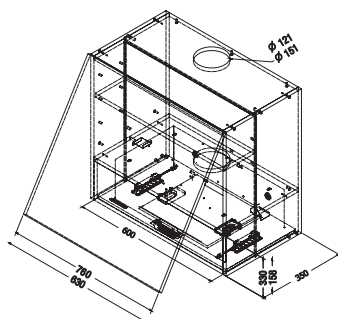

Fig. 16
• Ubique la campana en el lugar de instalación. Coloque los tornillos contenidos en la bolsa de accesorios, para lo anterior utilice los ojos de llave, colocando los tornillos en la parte más angosta de los mismos. Ver fig. 16